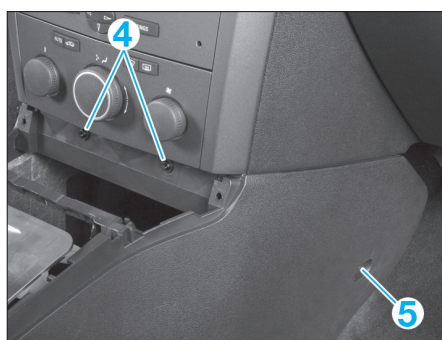

FIG. 41
- les deux vis de fixation (4) derrière le cendrier (fig. 41).
- les deux vis de fixation avant (5) de chaque côté.